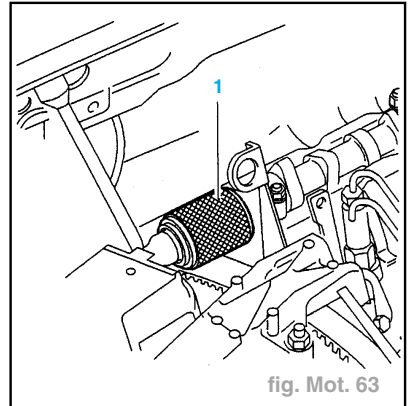

fig. Mot. 63
- Monter un joint à lèvres neuf sur la partie la plus large de l'outil (1) **7004-TE** (fig. Mot. 63).